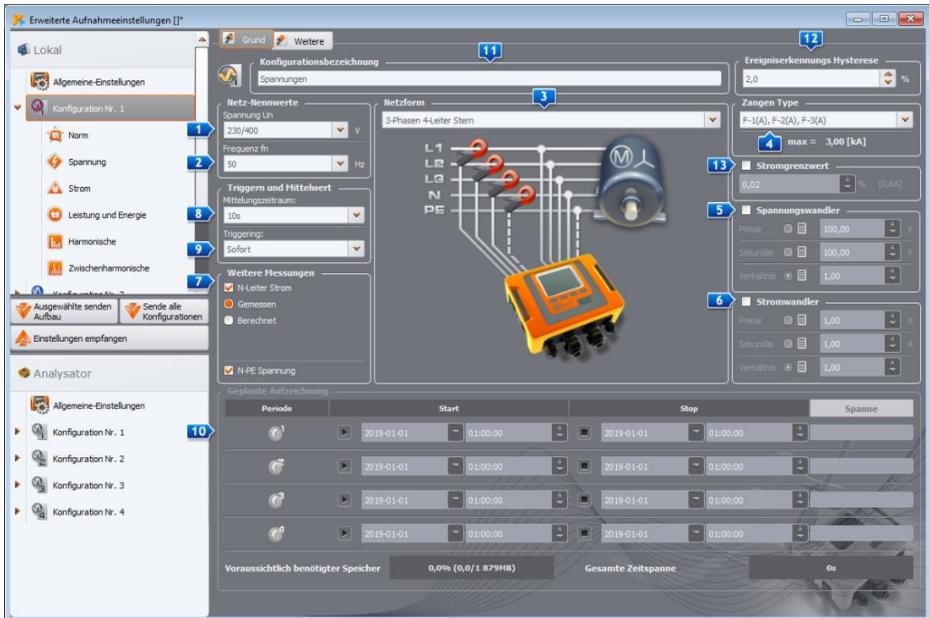

Abb. 27. Haupteinstellungen der Konfiguration 1.
Um die Haupteinstellungen einer Konfiguration zu ändern, ist aus der Karte **LOKAL** durch einfaches Klicken des Elements **KONFIGURATION NR. 1** zu wählen. Der Bildschirm sollte wie in Abb. 27 aussehen.
- Netzwerk (Element **3** auf der Abb. 27) als einphasig,